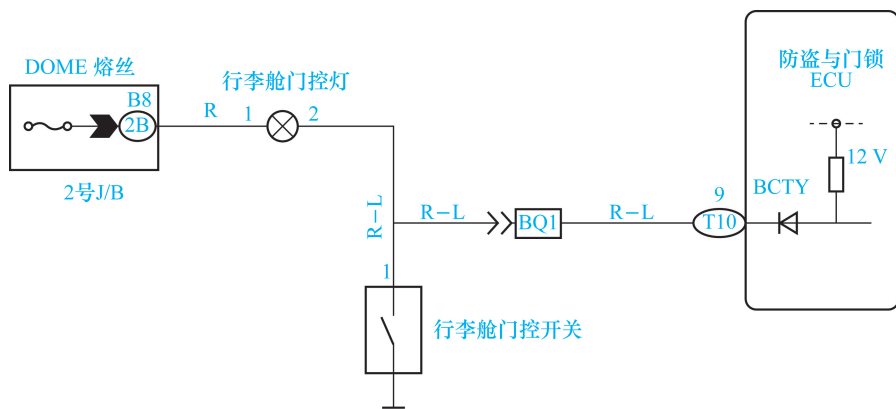

图 1-12 凌志汽车行李舱门控灯开关电路
b. 开关给电控单元提供信号并同时控制用电器的工作。如图 1-12 所示为凌志汽车行李舱门控灯开关电路,从图中可以看出,电控单元的接线端子 9 与行李舱门控开关及用电器连接,接线端子 9 的内部为信号接收电路。当行李舱门控开关闭合时,接线端子 9 的电压为 0;当行李舱门控开关断开时,接线端子 9 的电压为 12V。该电路为行李舱门控开关向电控单元接线端子 9 提供行李舱门开闭信号,并同时控制行李舱的门控灯工作。